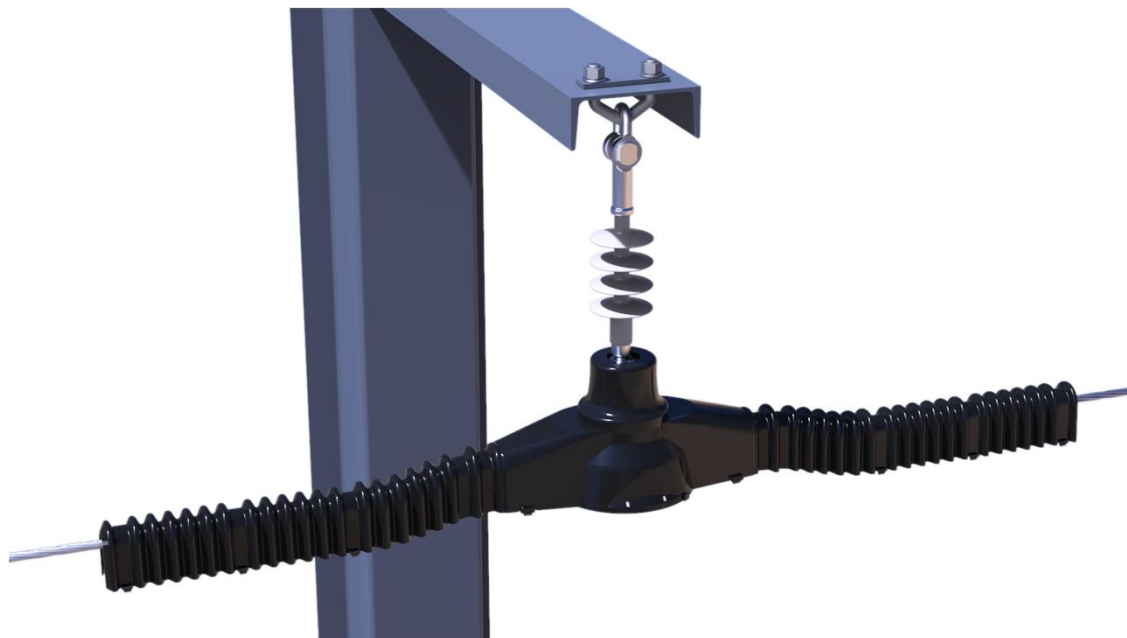

Рис. 12
3.3. Монтаж ПЗУ-ГР-d46 на изолирующую подвеску на основе подвесных стержневых полимерных изоляторов и поддерживающего глухого зажима типа ПГН осуществляется способом, аналогичным описанному в п. 3.2. (рис. 12)